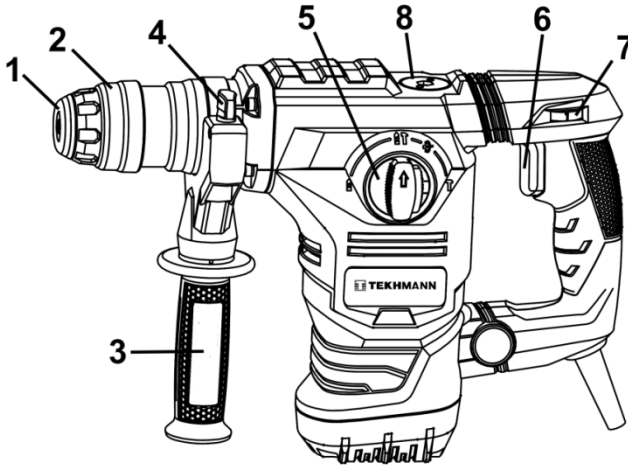

Рисунок 1
4.1 Виберіть необхідний режим роботи виробу за допомогою перемикача (5) (див. рисунок 1, таблицю 1). При необхідності встановлення свердильного патрона – встановіть його в патрон
4.2 Для ввімкнення виробу натисніть на курковий важіль перемикача (6) (рис.1). Для відключення виробу слід курок відпустити.